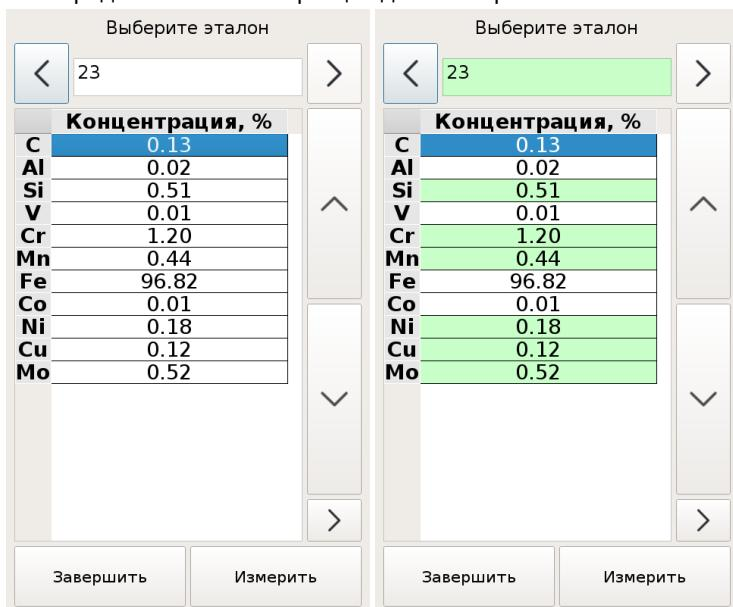

Рисунок 24 Окно выбора калибровочного образца
4.6.9.10. После добавления точки в калибровку или ее удаления вам будет предложено выбрать следующий образец. Зеленым цветом будут выделены образцы, которые были измерены для калибровки. Строки элементов закрашены зеленым – эти концентрации записаны в калибровку (Рисунок 24).